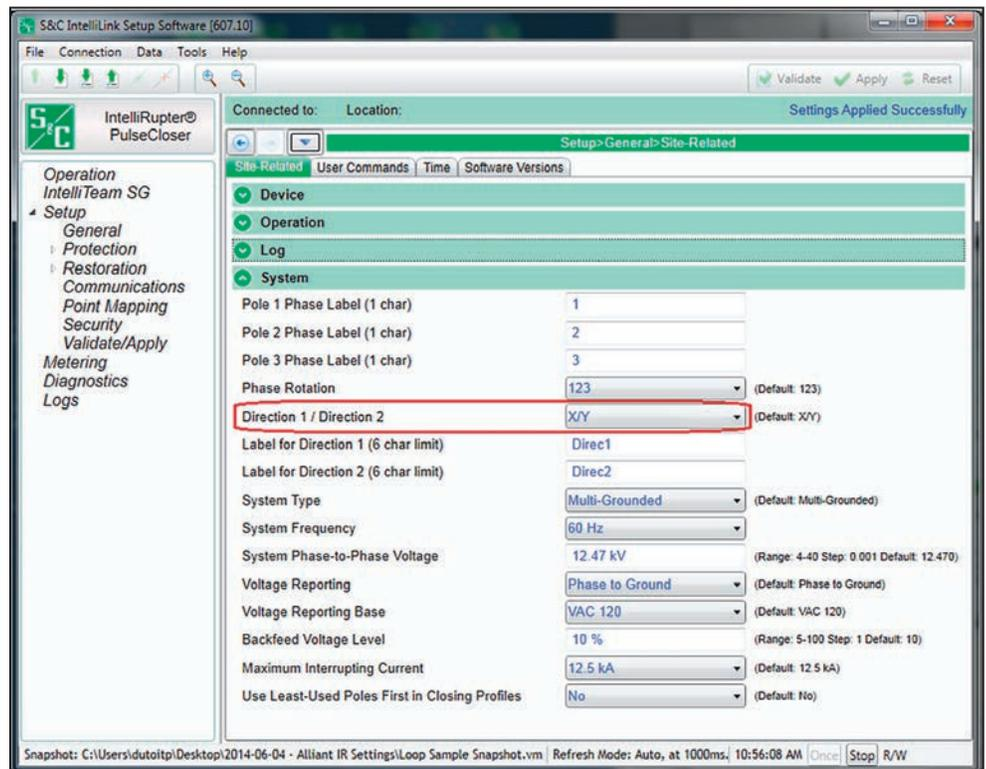

Figura 69. El punto de ajuste **Direction** en la pantalla *Setup>General>Site-Related>System*.
PASO 4. Configure el punto de ajuste **Direction (Dirección) 1 / Direction 2** en la pantalla *Setup>General>Site-Related>System (Configuración>General>Relacionado con el Sitio>Sistema)*. Vea la Figura 69.